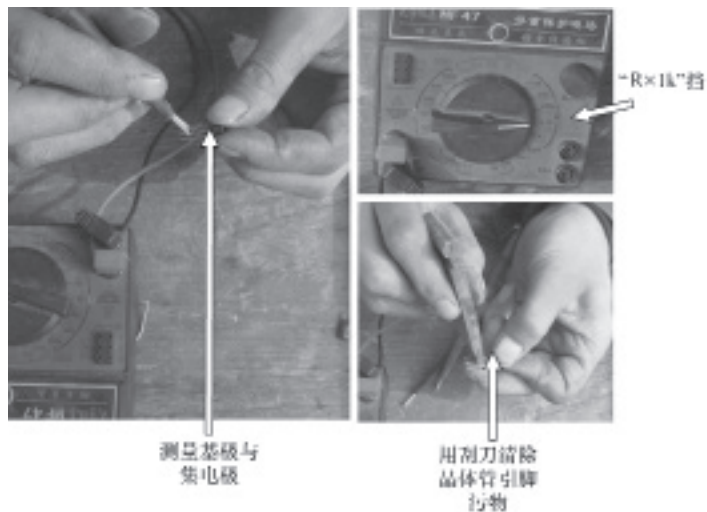

图 2-77 检测晶体管
3) 将红表笔（接万用表正极）接在该晶体管中间的基极引脚上，再将黑表笔（接万用表负极）接在左侧的发射极引脚上，图 2-77 所示。这时可以测得基极与发射极之间的阻值 R_1 。
4) 将红表笔接在该晶体管中间的基极引脚上，再将黑表笔接在右侧的集电极引脚上，图 2-77 所示。这时可以测得基极与集电极之间的阻值 R_2 。
1) 清洁引脚并进行欧姆调零校正, 然后将红表笔接在晶体晶体管的基极引脚上, 如图 2-77 所示, 将黑表笔接在发射极引脚上。这时可以测得基极与发射极之间的阻值 R_1 。